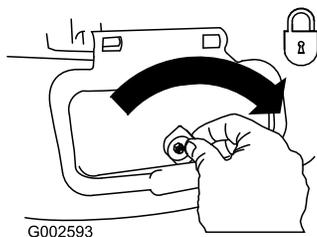

Figure 30
**Important:** Verrouillez le volet d'éjection latérale après l'avoir fermé (Figure 30).